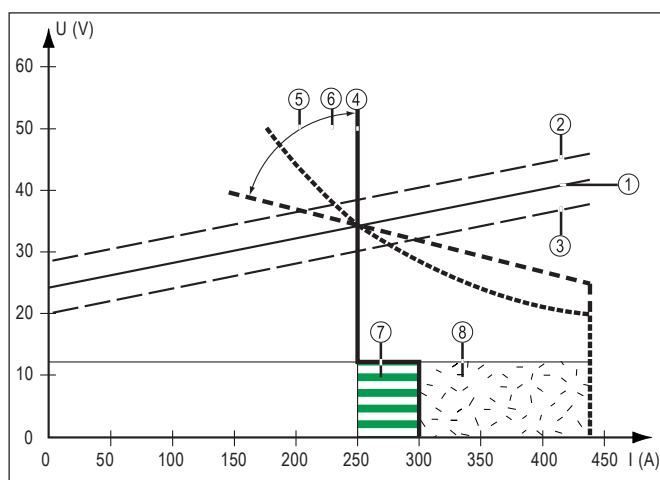

Fig.25 Com a função Eln curvas características seleccionáveis
Se o parâmetro „con“ está regulado, a corrente de soldadura, independentemente da tensão de soldadura, mantém-se constante. Daqui resulta uma curva característica vertical ④ (Fig.25).
Com o parâmetro „0,1-20“ é possível regular uma curva característica descendente ⑤ (Fig.25). A zona de regulação vai de 0,1 A / V (muito inclinado) a 20 A / V (muito plano).
Se o parâmetro „P“ está regulado, a potência de soldadura, independentemente da tensão e corrente de soldadura, mantém-se constante. Daqui resulta uma curva característica hiperbólica ⑥ (Fig.25).